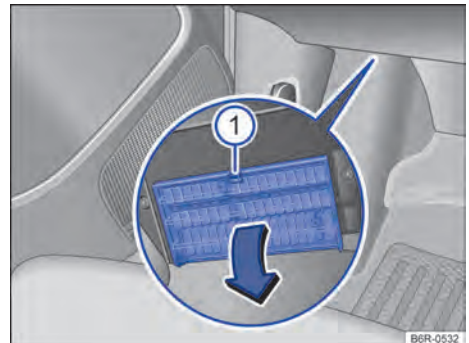

Fig. 138 No lado do condutor embaixo do painel de instrumentos: abrir a cobertura da caixa de fusíveis.
- **Abrir:** pressionar a alavanca de travamento → Fig. 138 ⓘ até que a cobertura se abra.